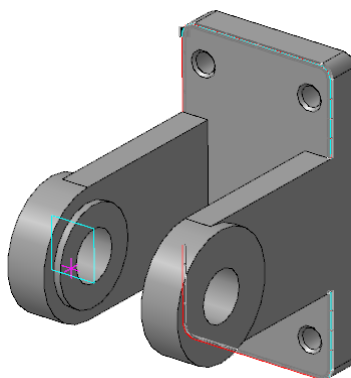

Рис. 2.108. Вказати **ребра на основі знизу** провушини
г) **повернути** модель так, щоб стало видно другі ребра на основі (рис. 2.108);
- е) вказати **ребра на основі знизу** провушини (рис. 2.108);